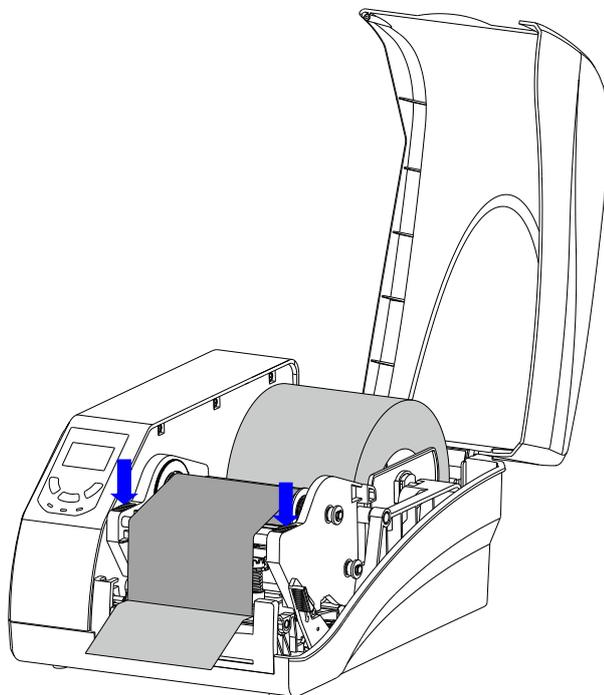

图 2-15 锁紧打印模组
5. 双手同时按下打印模组，使锁紧杆锁住打印模组，此时可以听到“咔”的响声。如图 2-15 所示。